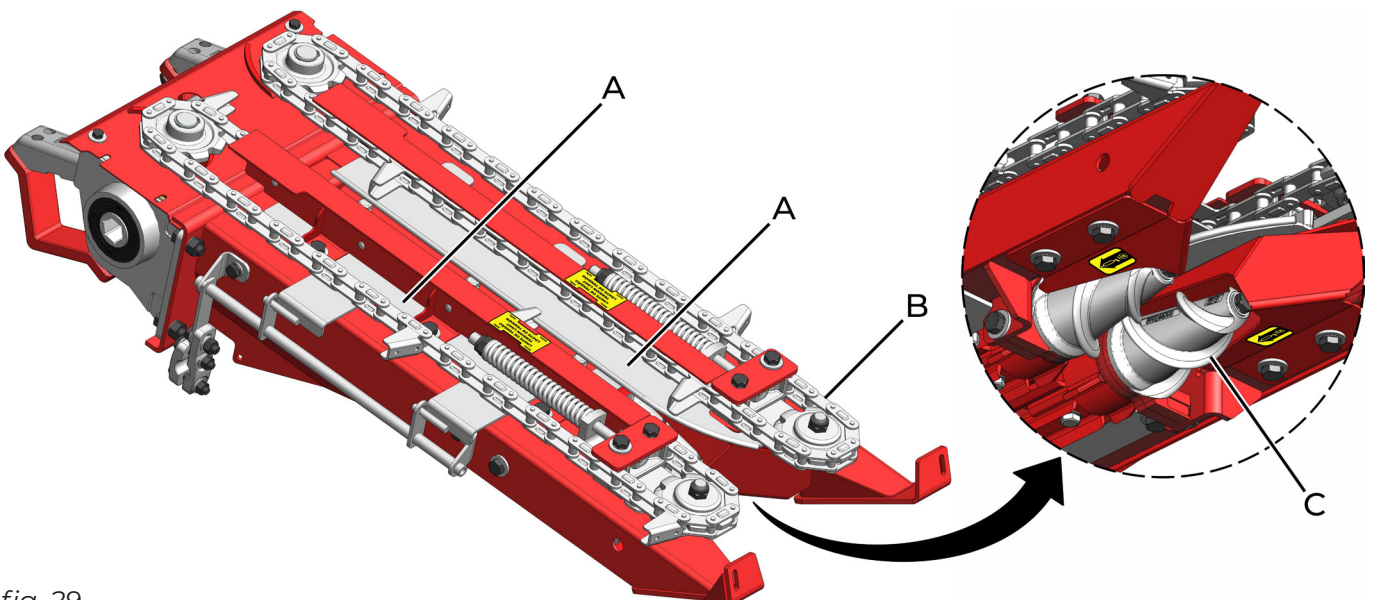

fig. 29
Las chapas espigadoras (A) (fig. 29) posicionadas en la base de las cadenas de alimentación (B) tienen la función de arrancar las espigas de los tallos a medida que los rodillos recolectores los van arrojando hacia abajo (C).